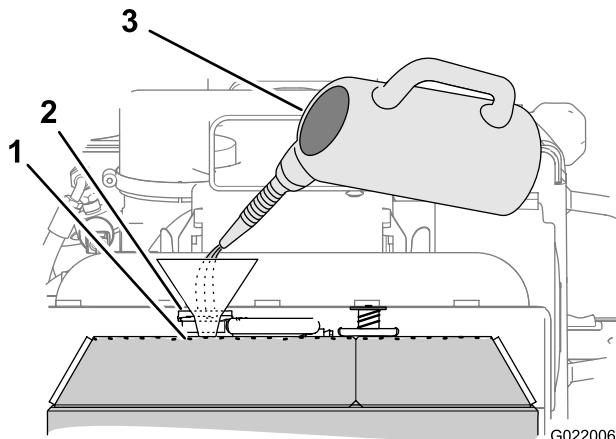

Рисунок 84
- Залейте в радиатор смесь охлаждающей жидкости указанного типа так, чтобы ее уровень дошел до верха заливной горловины (Рисунок 84).